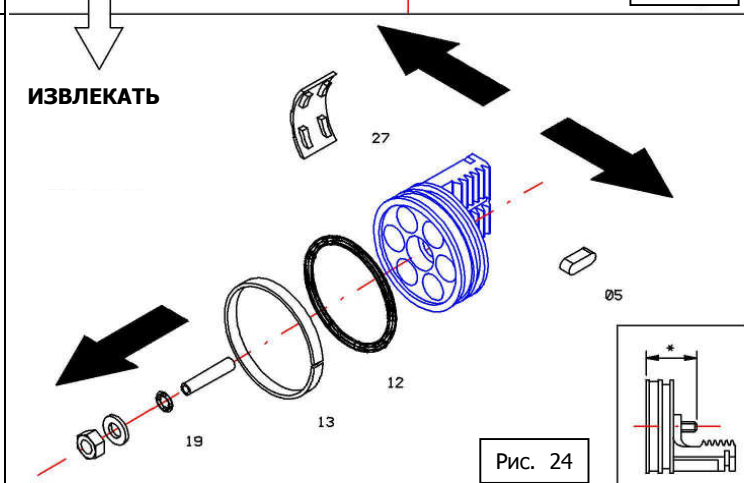

Рис. 24
**5** - С обеих сторон поршня снять антифрикционные пластины (дет.27), запорный кран (дет. 05), кольцо О-ринг (дет. 12, 19), антифрикционный уплотнитель поршня (дет. 13), см. Рис. 24.